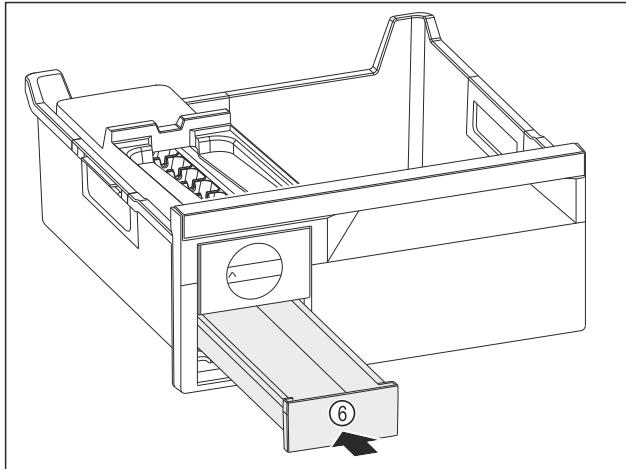

Fig. 91
► Insert the ice cube drawer Fig. 91 (6).